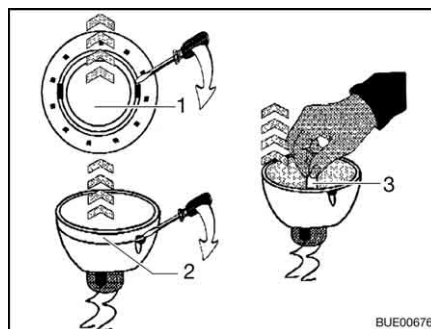

Bild 283 Byt halogenglödlampan
- Lossa den inre täckringen (Bild 283,1) från kåpan med hjälp av en skruvmejsel.
- Lossa täckringen med glasskivan (Bild 283,2) från den infällda halogenlampans undre del; använd en skruvmejsel.
- Tag ut halogenglödlampan (Bild 283,3).